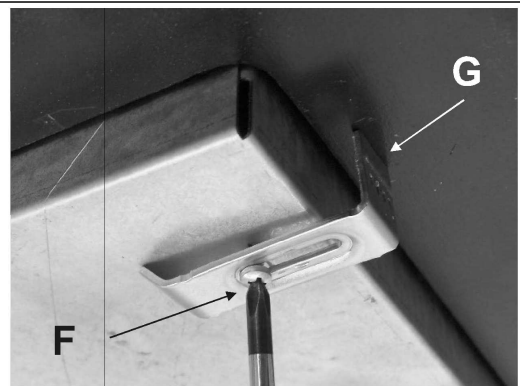

FIG. 9
- Coloque a placa de cozinha no furo feito no móvel e fixe-a com os parafusos correspondentes "F" dos ganchos de fixação "G" (ver a fig. 9).